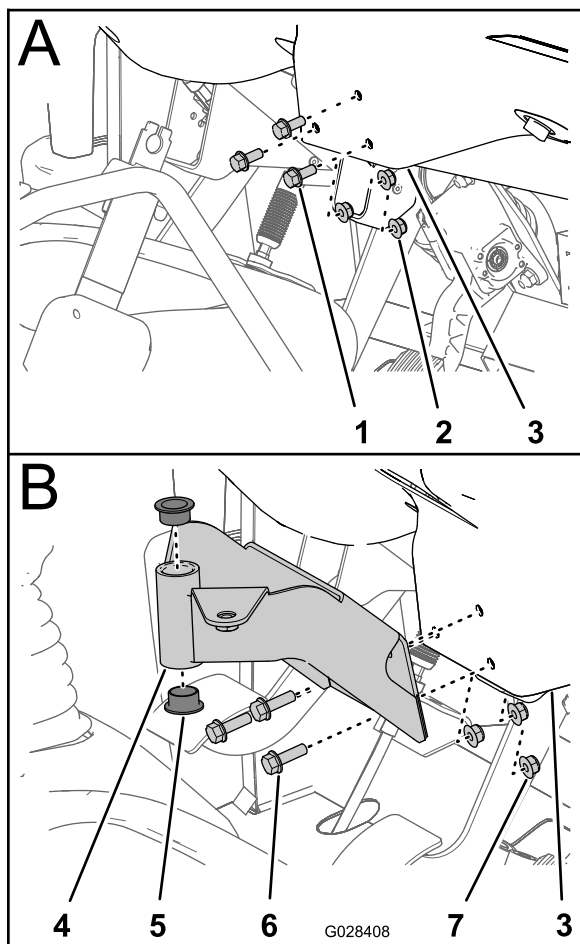

Bild 18
- 1. Entfernen Sie die drei Schrauben und drei Muttern, mit denen das Armaturenbrett unten in der Mitte an der Armaturenbrett-Stützhalterung befestigt ist (Bild 18).
2. Fluchten Sie die Löcher in der Befestigungshalterung für die Steuerkonsole mit den Löchern im Armaturenbrett und der Stützhalterung aus (Bild 18).
4. Ziehen Sie die Muttern und Schrauben bis auf (Bild 18) an.
5. Stecken Sie die zwei Kunststoffbuchsen in die Befestigungshalterung (Bild 18).